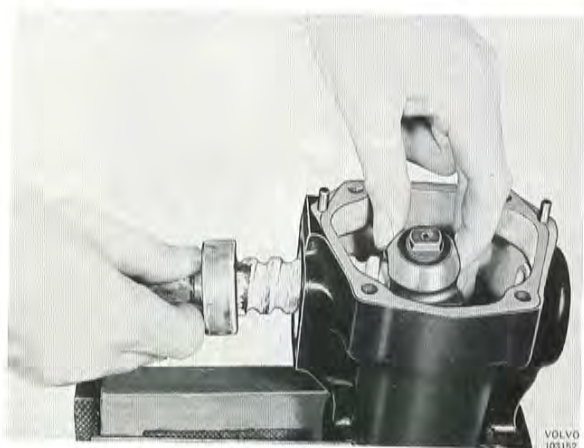

Bild 61. Demontering av snäckskruv
5. Dra ut snäckskruv med lager samtidigt som kulmuttern skruvas av, se bild 61.